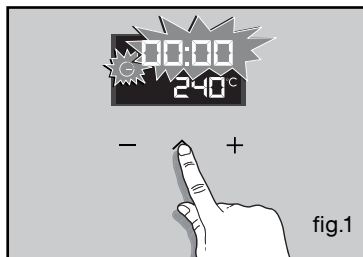

fig.1
- Choisissez le mode de cuisson souhaité et ajustez la température (fig.1).
L'affichage clignote pour indiquer que le réglage est alors possible (fig.1).
- Appuyez sur la touche “” (fig.1) jusqu'à faire clignoter le symbole minuterie.
- Réglez et validez l'heure de votre programmeur à 0h10 (fig.1).